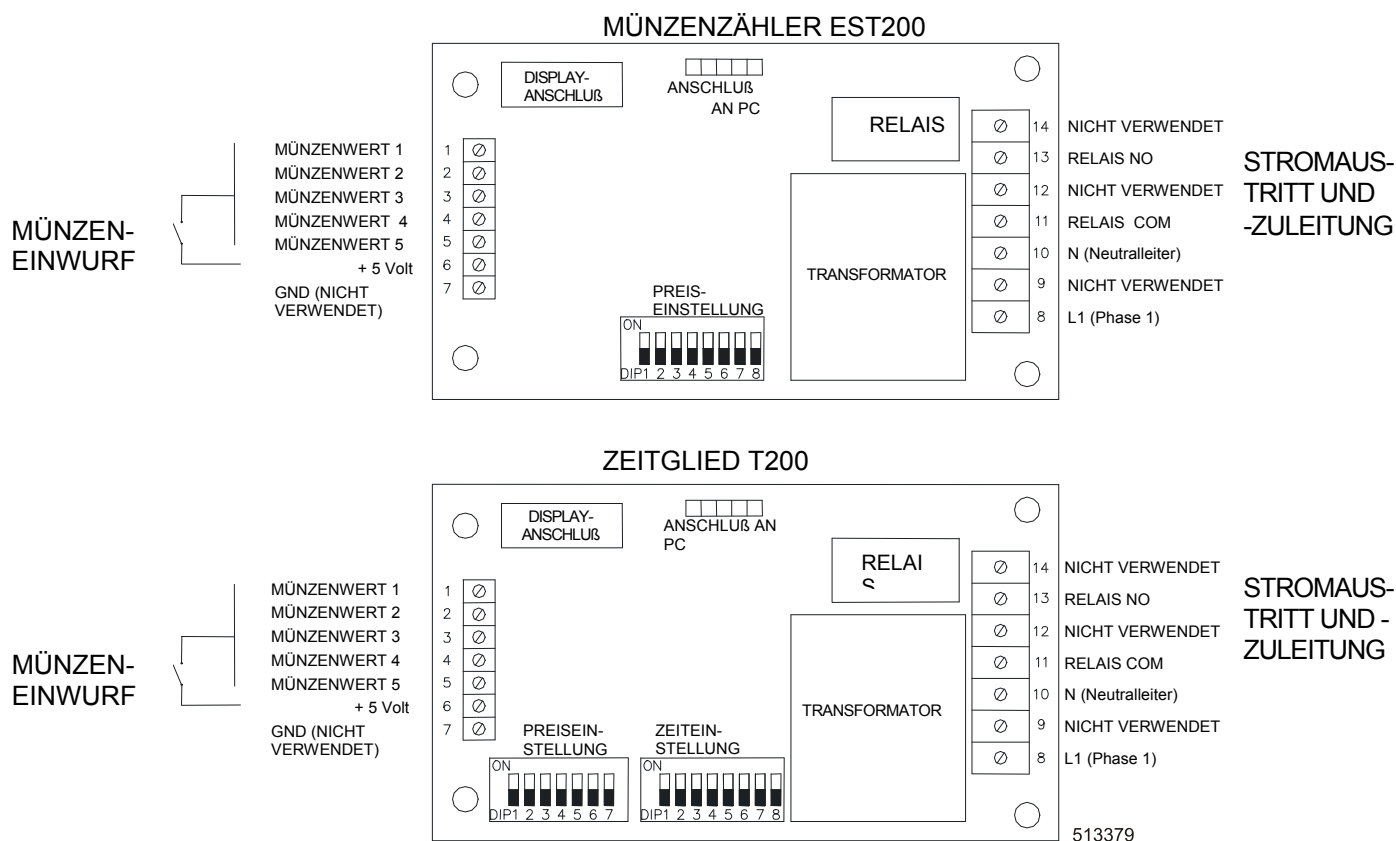

Abb.4.1. Münzenzähler EST200 und Zeitglied T200
2. Die Münzenfühler an die elektronische Platine anschließen (Abb.4.1., MÜNZENWERT 1, 2 ..., +5 Volt) (siehe Kapitel 5.1.).
Jeder DIP- Umschalter „PREISEINSTELLUNG“ (siehe Abb. 4.1.) hat einen bestimmten Wert, wie es in der folgenden Tabelle dargestellt ist:
Jeder Umschalter „PREISEINSTELLUNG“ (siehe Abb. 4.1.) hat einen bestimmten Wert, wie im Kapitel 5.2. „MÜNZENZÄHLER“ angeführt ist.
Zeit für die Einstellung am Umschalter „ZEITEINSTELLUNG“ (siehe Abb. 4.1.) ist: 4